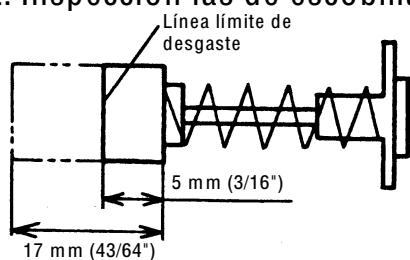

Fig. 37
2. Inspección de las escobillas (Figs. 37 y 38)
Reemplace ambas escobillas cuando el carbón de cualquiera de las escobillas presente un desgaste de 5 mm (3/16") de largo, o cuando se descubra quemadura o daño en un resorte o en un alambre en derivación (véase Fig.37). Si después de quitar las escobillas determina que son utilizables, reinstálelas tal como estaban originalmente.